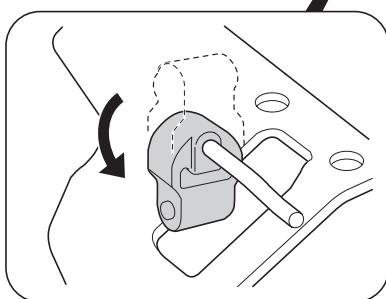

Fig.3
3. Tag udstødningssummiert fra den løsnede ophængsøje og skub den over stiftet, som er sværet på at hænge af. Se fig. 3.
3. Zdjąć gumowe zawieszenie rury wydechowej z wysuniętego ramienia i wsunąć je na sworzyny przyspawany do haka holowniczego. Patrz rysunek 3.